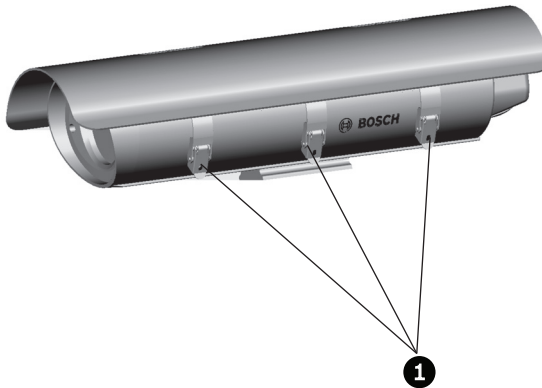

Figura 5.2 Apertura de la cubierta
Para abrir la cubierta, deslice los tres pasadores (1) situados en el lateral de la carcasa. Consulte la *Figura 5.2*. Si se han instalado los tornillos a prueba de manipulaciones, utilice la llave suministrada para desatornillarlos antes de abrir los pasadores.